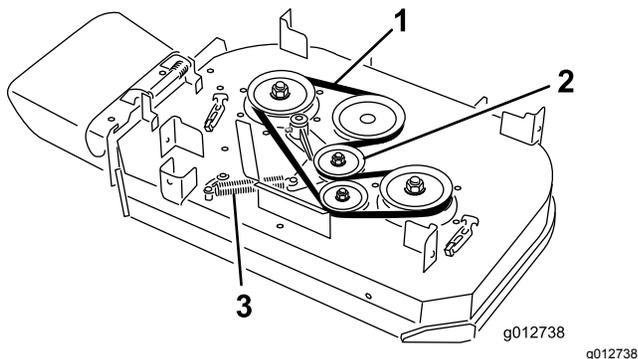

Figura 64
4. Sganciate la molla dal perno di ancoraggio sul braccio della puleggia tendicinghia (Figura 64).
5. Togliete la cinghia del tosaerba usurata (Figura 64).
piatto di taglio e alla puleggia tendicinghia (Figura 64).
7. Agganciate la molla al perno di ancoraggio sul braccio della puleggia tendicinghia (Figura 64).